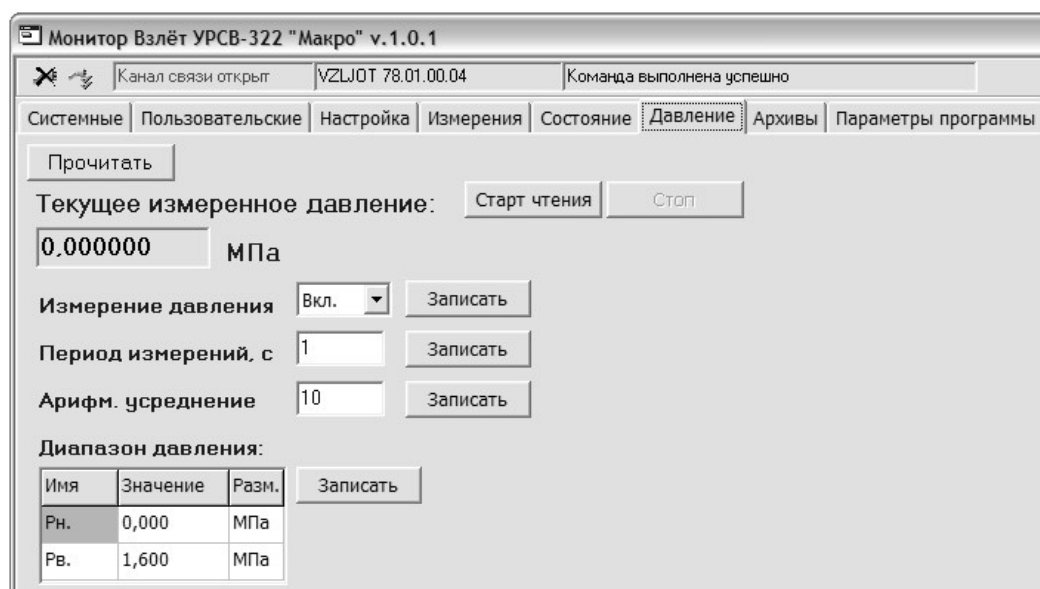

Рис.14. Окно вкладки «Давление».
3.1.11. При наличии датчика давления, установленного на трубопроводе вместе с расходомером, щелкнуть мышкой по вкладке **Давление**. На дисплее ПК отобразится окно, показанное на рис.14.